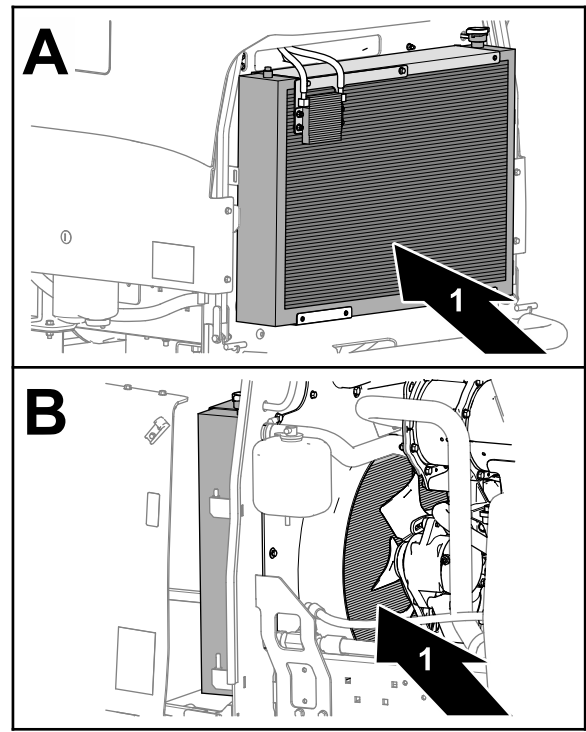

Figura 65
7. Limpie a fondo ambos lados del radiador y del enfriador de aceite con aire comprimido (Figura 65).